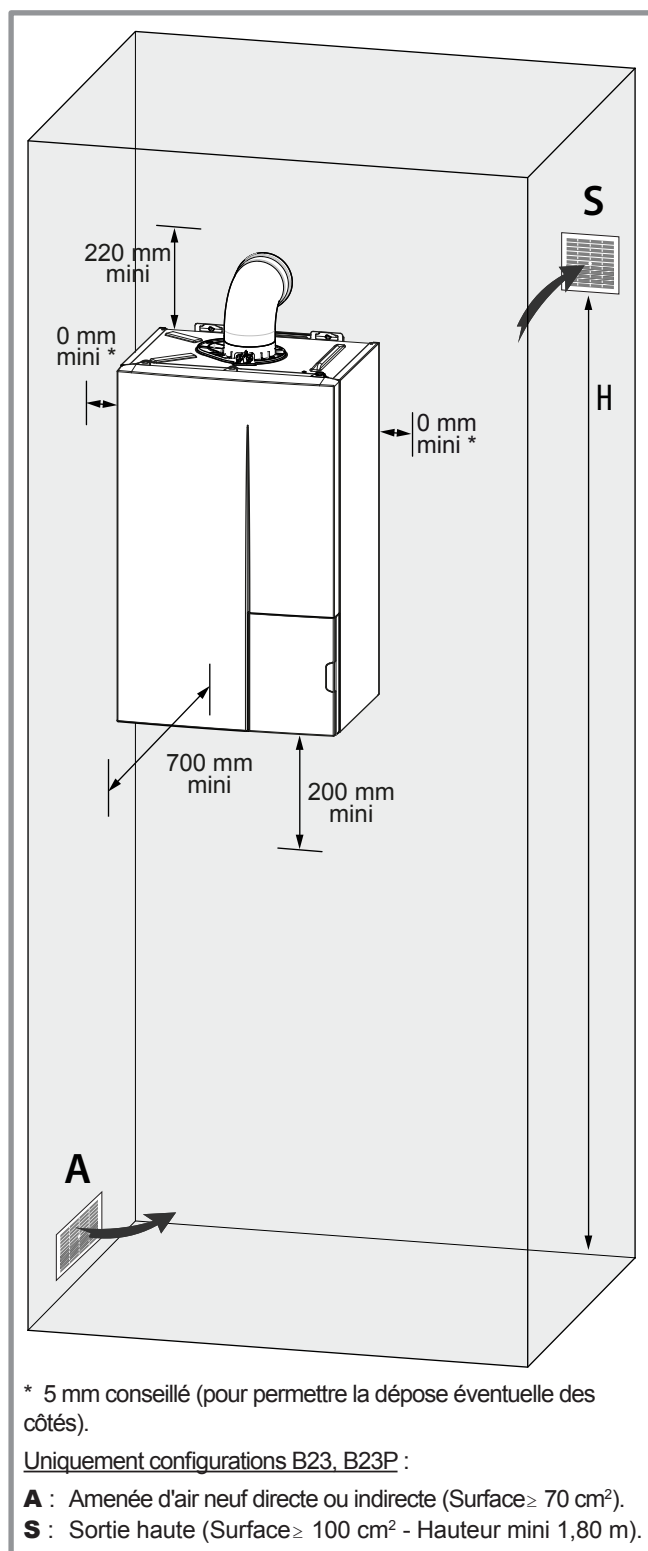

figure 8 - Dégagements minimum d'installation autour de la chaudière
Remarque : Dans le cas d'installation du dossier écarteur en option, ajouter 45 mm aux dimensions de profondeur. Encombrement, voir figure 8, page 14.
- Pour faciliter les opérations d'entretien et permettre l'accès aux différents organes, il est conseillé de prévoir un espace suffisant tout autour de l'appareil (figure 8).